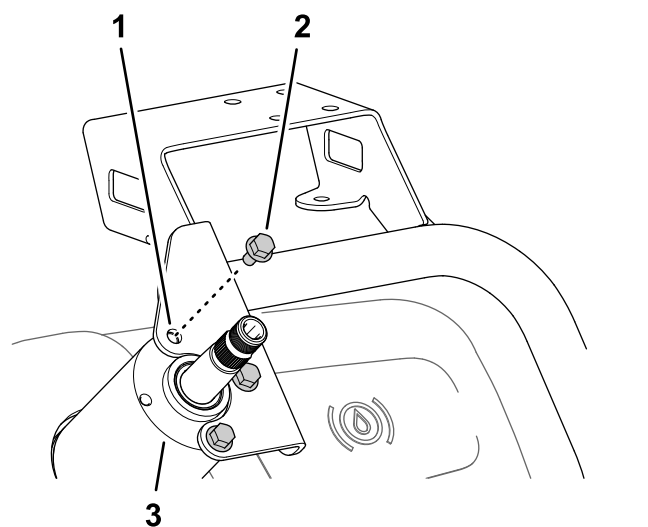

Figura 160
2. Montate il supporto del monitor sull'alloggiamento della valvola di sterzo (Figura 160) con i 3 bulloni a testa flangiata (6 x 12 mm).